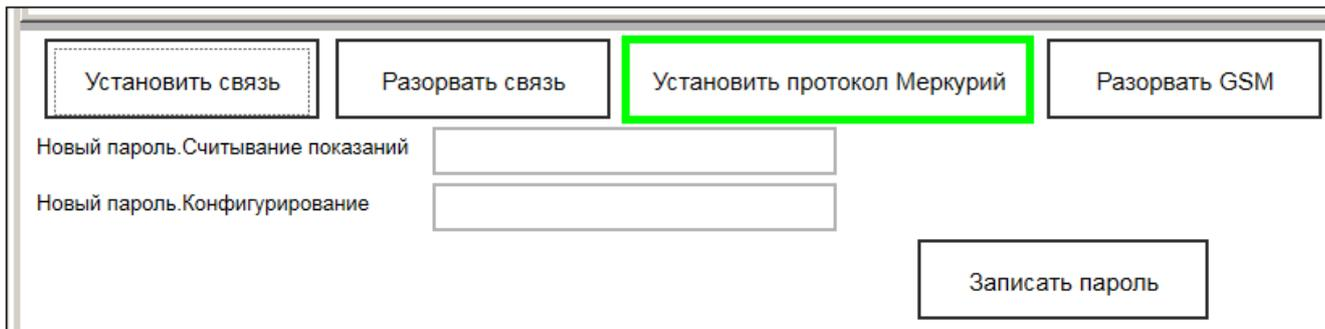

Рисунок 4.4 – Переключение текущего интерфейса в протокол Меркурий
4.2.4 Нажать кнопку **Установить протокол Меркурий** и подтвердить изменение (см. рисунок 4.4).